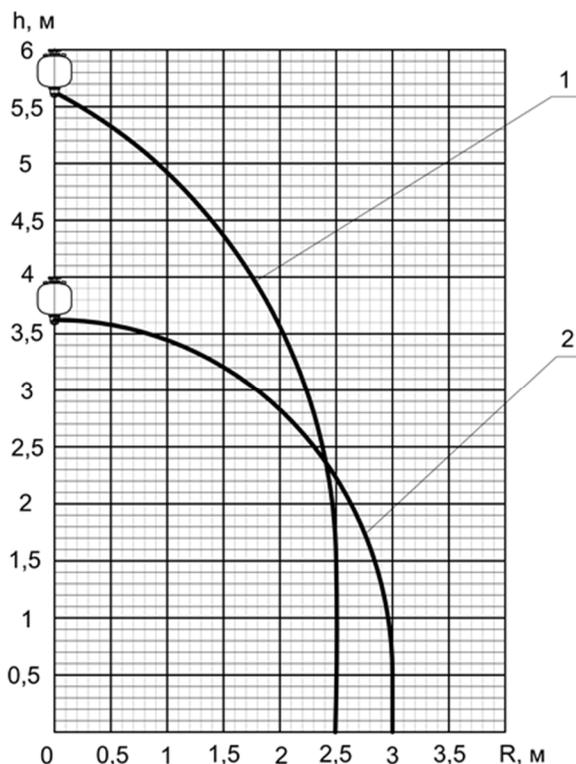

Рис. 3. Конфигурация конуса орошения.
12. Защищаемая площадь при тушении очагов пожаров	см. рис. 3; табл. 2
2.2. Защищаемая площадь модификациями «Буран-15ТРВ» по очагам класса «А» и «В» определяется по конфигурации конуса орошения (Рис.3).